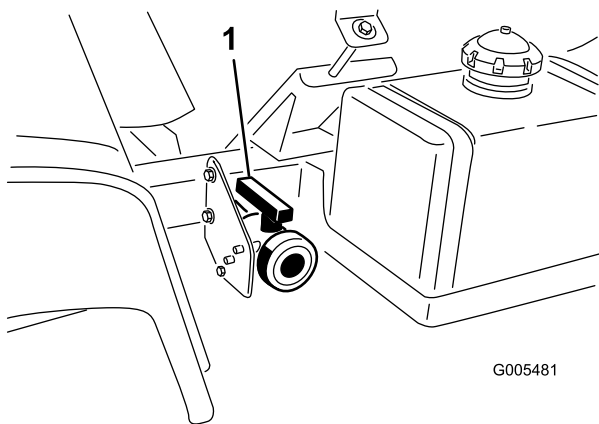

Figura 25
2. Localice la válvula de vaciado del depósito situada en el lado izquierdo de la máquina (Figura 25). Esta válvula está situada en el bastidor en la parte delantera del depósito de combustible.